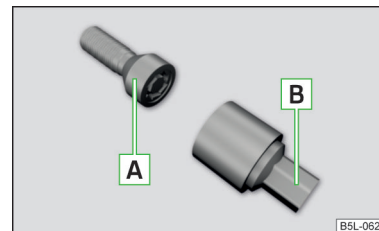

Abb. 330
Die Anti-Diebstahl-Radschrauben schützen die Räder vor einem Diebstahl. Diese lassen sich ausschließlich mit dem Aufsatzstück **B** » **Abb. 330 lösen/festziehen**.
- › Den Radschlüssel bis zum Anschlag auf die Radschraube stecken. Für die Anti-Diebstahl-Radschrauben das zugehörige Aufsatzstück verwenden » **Abb. 330** auf Seite 299.